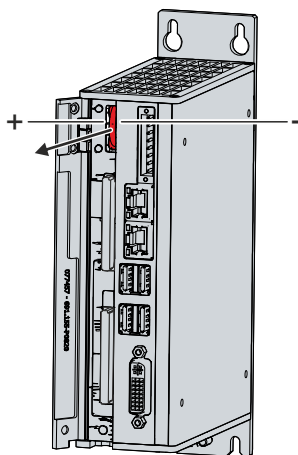

Abb. 19: Batteriewechsel
2. Stecken Sie die neue Batterie per Hand in den PC. Achten Sie dabei auf die richtige Polung. Der Minuspol der Batterie muss zur Spannungsbuchse des Industrie-PCs zeigen (siehe Abb. 19).